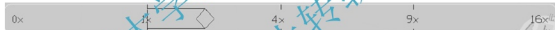

图 6.53 下视点距离滑动条
(3) 在输入选项[相机(CA)/目标(TA)/距离(D)/点(PO)/平移(PA)/缩放(Z)/扭曲(TW)/剪裁(CL)/隐藏(H)/关(O)/放弃(U)]: 提示下, 输入“d”以选择【距离】选项, 表示将改变视点和目标对象的距离, 此时绘图区域上方出现一个表示视距距离的滑动条, 如图 6.53 所示。